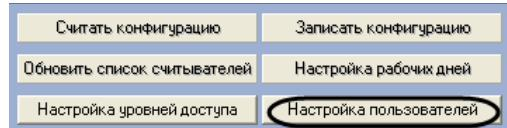

Рис. 3.3—5 Переход к назначению прав доступа пользователям
1. Перейти на панель настроек объекта **ППК Рубикон** (Рис. 3.3—5).
2. Нажать кнопку **Настройка пользователей** (см. Рис. 3.3—5).